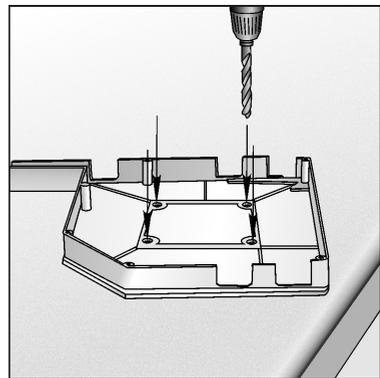

Abb. 02
- c) Bei Verwendung von Deckeln SF250 und SF300 befestigen Sie das Gegenlager SBB12/100 auf dem dem Antrieb gegenüberliegenden Deckel mit vier Schrauben M6x15 und Muttern, indem Sie zuvor 4 Durchgangslöcher X6,5 mm im Deckel bohren und auf der Außenseite des Deckels Senkungen für Schraubenköpfe machen (Abb. 02 - 04);